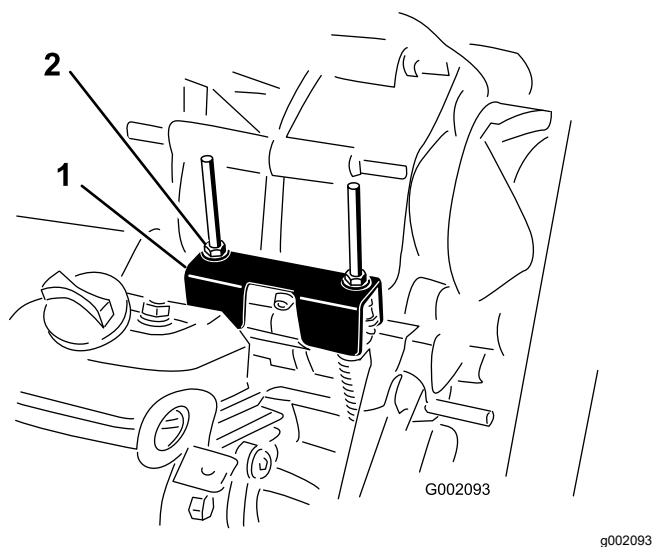

図 59
定期整備を行う時やエンジンの故障診断を行う時には、トランスアクスルをニュートラルにシフトしておく必要があります 図 59。トランスアクスルをニュートラル位置にするにはシフトレバーをニュートラル位置にします。以下の操作を行って、ニュートラルでシフトレバーが正常に機能することを確認してください
2. ニュートラルブラケットがニュートラル位置シフトブラケットの下にあるケーブル取り付けブラケットと面になっていることを確認する 図 59。
3. ロックナットのひとつ 図 59を回して、ナットワッシャの底面とニュートラルブラケットとの間のすきまが 0.76-1.52 mm になるように調整する。